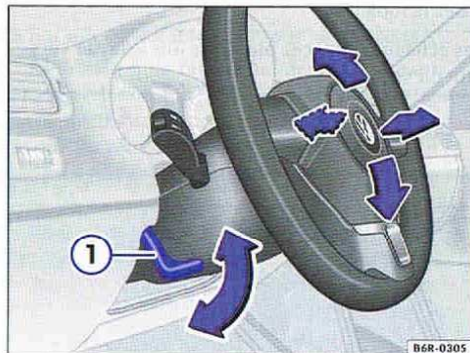

Fig. 28 Réglage mécanique de la position du volant de direction.
- Faites pivoter le levier ⇒ fig. 28 ① vers le bas.